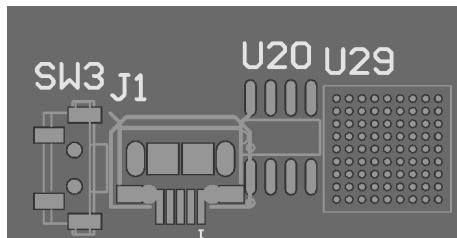

图 16-38 绿色警告
36. 问：如图 16-38 所示，PCB 完成导入后元件总是绿色高亮显示，如何解决？